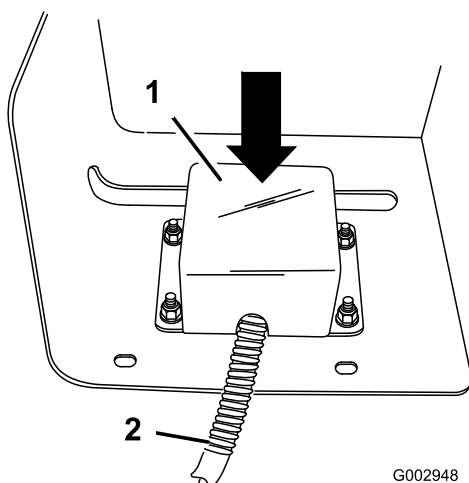

Bild 54
16. Montieren Sie die Schalterdrahtabdeckung über den Schaltern und um die Drähte (Bild 54) und befestigen sie mit vier Bundbolzen (1/4 x 3/4 Zoll) und vier Bundmuttern (1/4 Zoll).